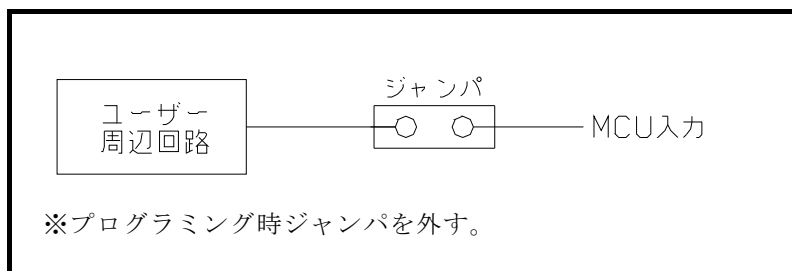
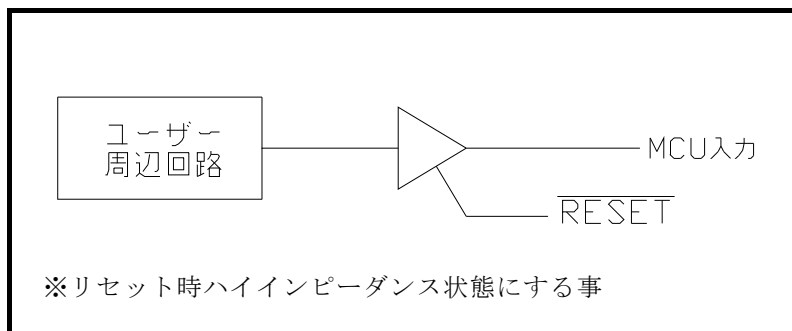

図4.2 ジャンパによる衝突防止回路
図4.3 スリーステートバッファによる衝突防止回路例
(2) ユーザ周辺回路が出力となる場合の衝突防止回路例を図4.2及び図4.3に示します